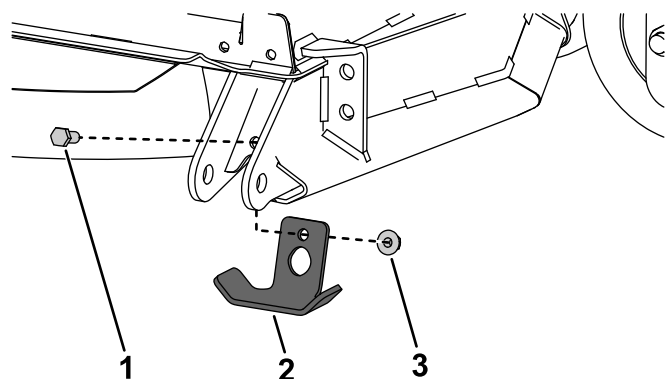

Рисунок 9
2. Снимите крепежные детали, с помощью которых пластина полоза крепится к режущему блоку (Рисунок 9).